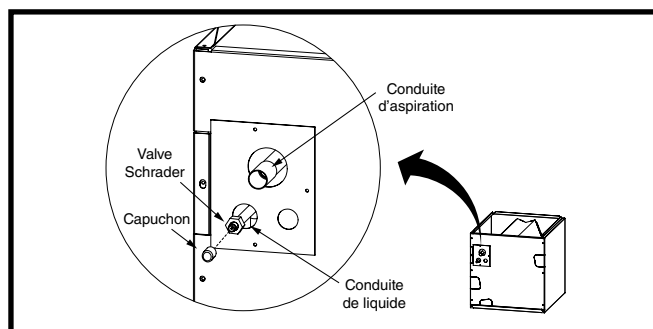

Figure 1. Emplacement des conduites de succion et de liquide
1. Retirez le capuchon (Figure 1) du bout de la conduite de liquide.